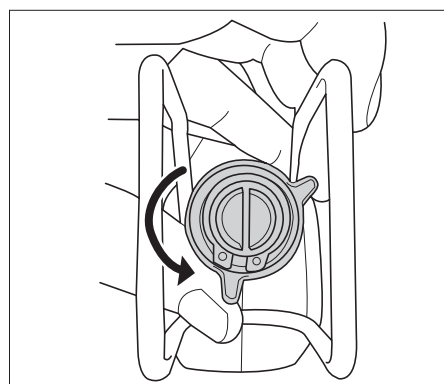

図2
- ブレードホルダーを図2の位置まで動かすとロックが解除されます。この状態のまま図3の方向にブレードを奥までしっかり差し込んでください。差し込みましたら、ホルダーから手を離せばホルダーは元に戻りロックされます。取付けが終わりましたら、ブレードが抜けないか確認してください。
- ブレードの取り外しも取付け同様ブレードホルダーを図2位置まで動かしてロックを解除させて引き抜きます。